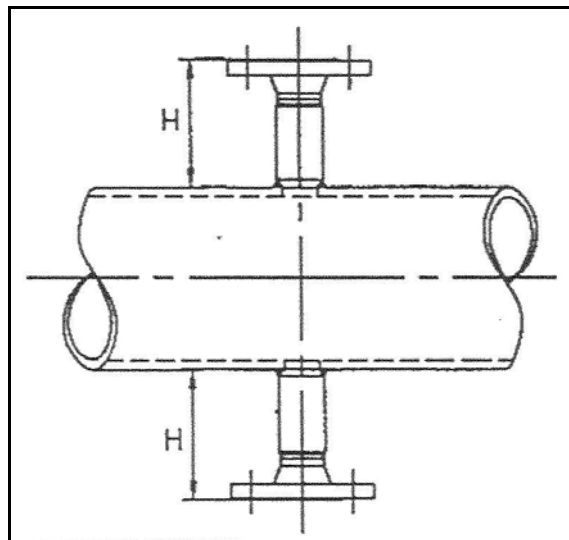

Abb. 9 H-Maß
- 3.) Beachten Sie das H-Maß beim Einschweißen des Montagestutzens (vgl. Abb. 9)!
- 9.) Beachten Sie das H-Maß beim Einschweißen des Montagestutzens (vgl. Abb. 9)!